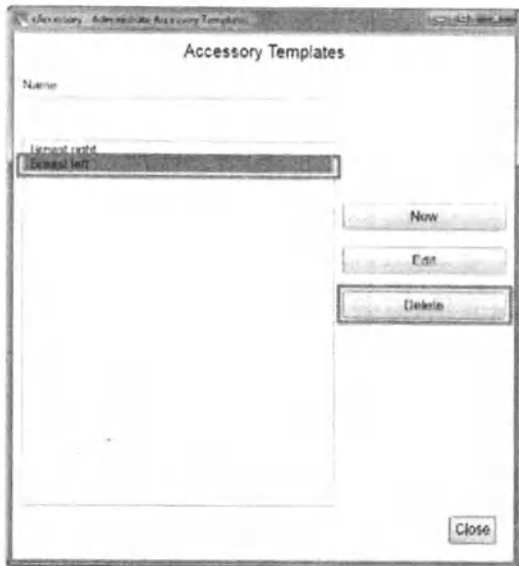

Рисунок 16. Диалоговое окно *Administrate Accessory Templates* («Управление шаблонами принадлежности») (удаление шаблона принадлежности).
2. Выберите шаблон принадлежности из списка (рисунок 16). При необходимости воспользуйтесь строкой поиска над списком, чтобы найти шаблон принадлежности.